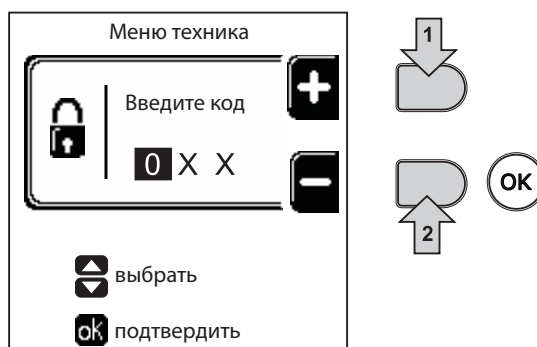

рис. 36
- Настройка максимальной постоянной скорости (рис.36)